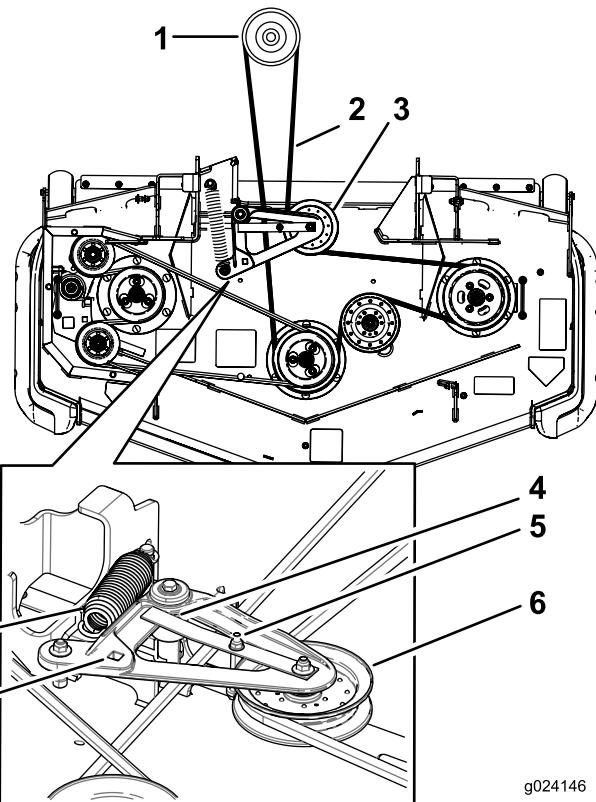

Figura 95
5. Sollevate la bacinella e inserite il cricchetto nel foro quadrato del tendicinghia del piatto di taglio (Figura 95).
6. Ruotate il tendicinghia del piatto di taglio in senso orario, sollevate l'aletta guidacinghia e rimuovete la cinghia del piatto di taglio dalla frizione (Figura 95).